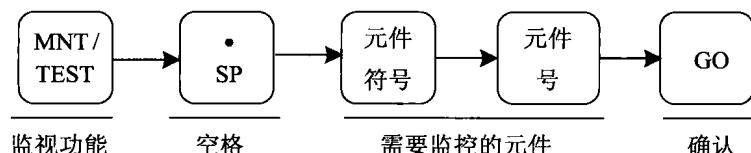

图 6-27 元件监视的基本操作
(2) 元件监视:对指定元件的 ON/OFF 状态和 T、C 的设定值及当前值进行监视,基本操作方法如图 6-27 所示。